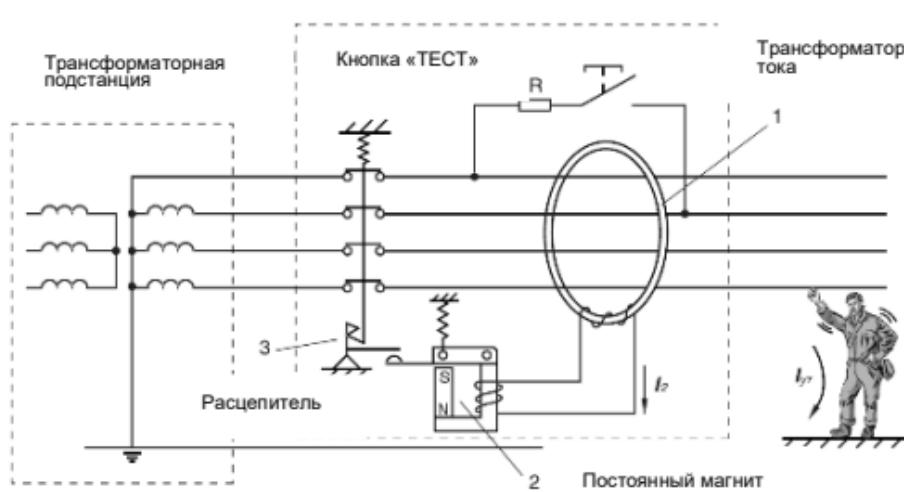

Рис. 1. Принцип работы ВДТ.
Принцип действия поясняется на Рис. 1. В нормальном режиме работы при отсутствии тока утечки по проводникам защищаемой цепи протекают рабочие токи через трансформатор тока (1). Эти токи наводят в магнитном сердечнике ТТ равные, но векторно встречные магнитные потоки. Результирующий магнитный поток равен нулю. Вся система находится в состоянии покоя.